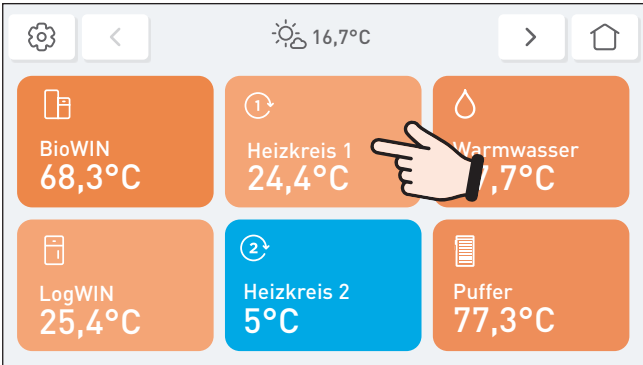

Fig. 43 Hauptmenü
- ▶ Im Hauptmenü auf den gewünschten Heizkreis drücken – Fig. 43.